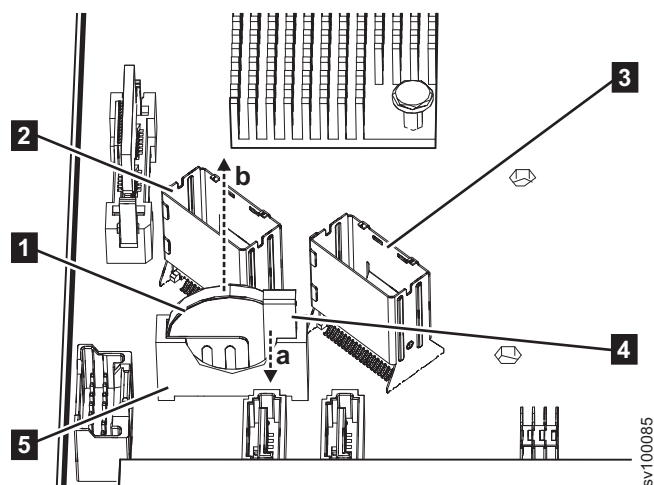

图 128. 卸下 2145-SV1 CMOS 电池
- a. 按图 128 所示方向拉电池上的电池盒扣 **4**。
- b. 按图 128 所示方向使用拇指和食指从电池盒 **5** 中取出电池。